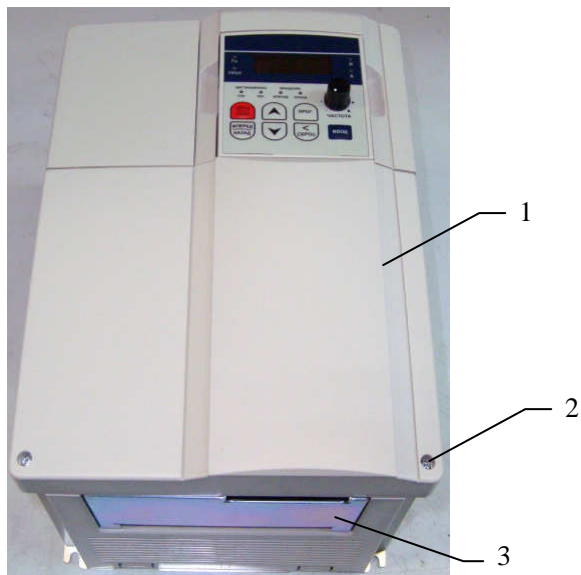

Рисунок 7.19
7.7.2 Установить металлическую защитную панель 3, закрепив ее двумя винтами 2, закрепив ее двумя винтами (рисунок 7.19).
7.7.3 Установить крышку 1 и закрепить ее двумя винтами 2 (рисунок 7.19).